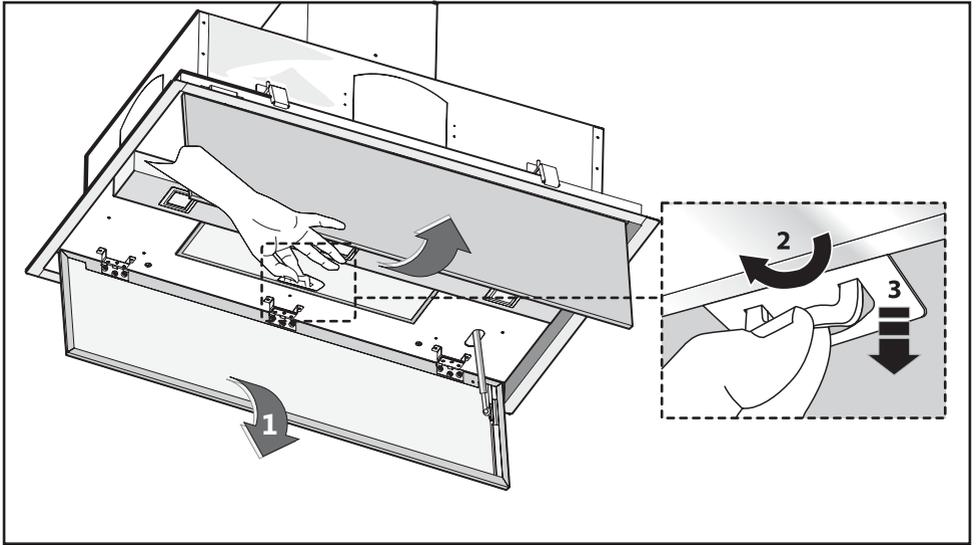

Fig.7
• A distância mínima entre a superfície de suporte dos recipientes de cozedura no dispositivo de cozedura, e a parte mais baixa do exaustor da cozinha, deve ser pelo menos de **100cm**. Tendo que ser usado um tubo de conexão composto de duas ou mais partes, a parte superior deve ficar externamente àquela inferior. Não conectar a descarga da coifa a um duto pelo qual circule ar quente ou utilizado para evacuar fumos de aparelhos alimentados por uma energia que não a elétrica. Antes de proceder às operações de montagem, para um manejo mais fácil do aparelho retirar os filtros anti-gordura (Fig.7).